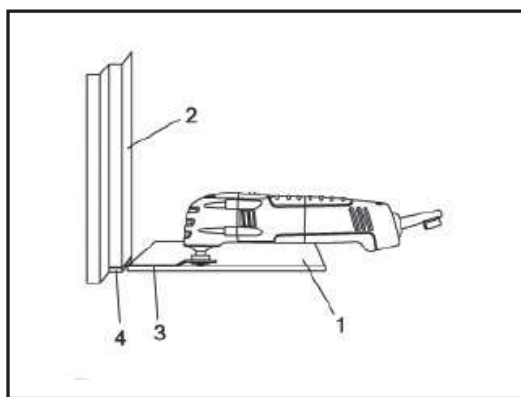

Рис. 7
2. Положите на пол кусок разбитой плитки (1) примерно в 1/2" (25 мм) от откосов дверного проема (2) (Рис. 7).